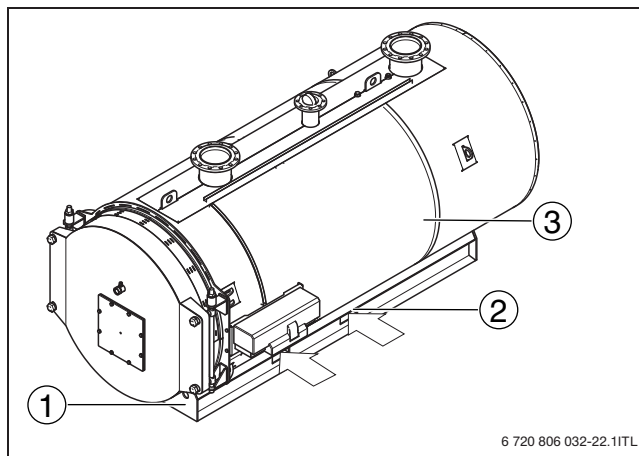

Рис. 8 Транспортировка котла вилочным погрузчиком
- ▶ Отверстия для транспортировки вилочным погрузчиком (→ рис. 8, [2]).
- ▶ Транспортируйте котёл с использованием транспортировочных отверстий в опорной раме (→ рис. 8, [2]).